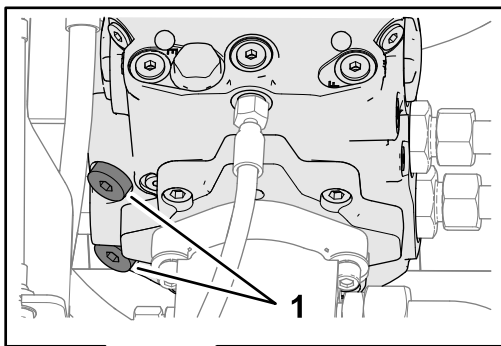

Bild 36
- Verwenden Sie einen 8 mm Innensechskantschlüssel, um die beiden Innensechskantstopfen für die Entlastungsventile der Getriebepumpe um drei Umdrehungen im Uhrzeigersinn zu drehen (Bild 36).